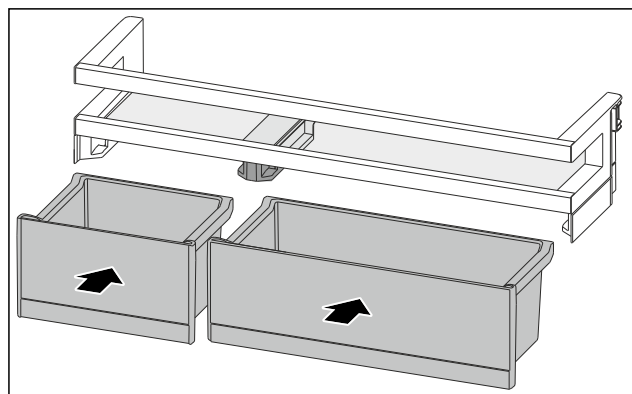

Fig. 88
- ▶ Introduceți VarioBox-urile dispuse invers. (vezi Fig. 88)